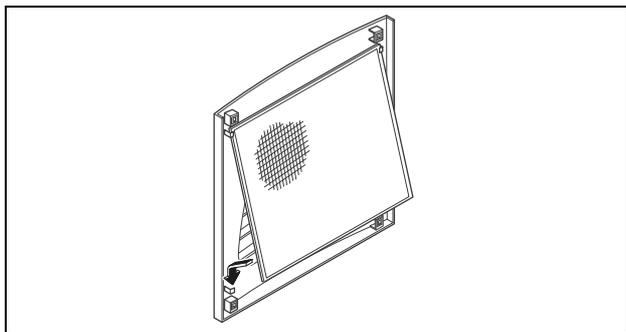

Imagen 31: Montaje de la estera filtrante
- Introduzca la estera filtrante, según se muestra en la imagen 31, en la rejilla y vuelva a insertarla en la caja.